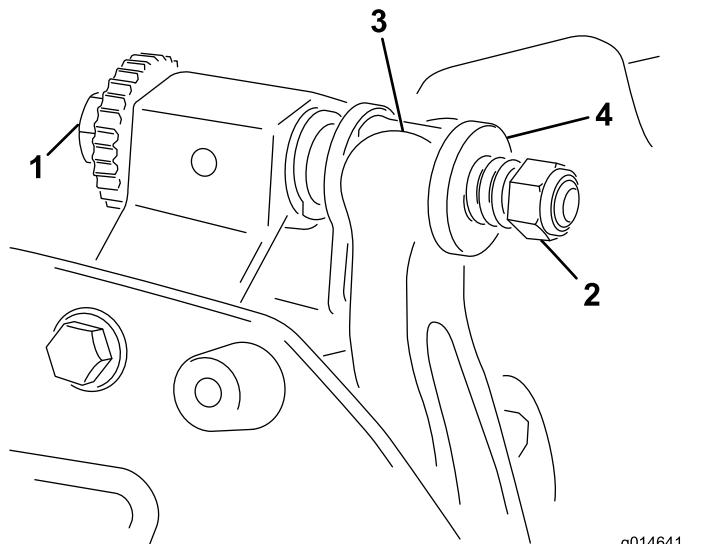

图24
1. 逆时针旋转底刀架调节螺丝将底刀后撤离开滚刀 (图 24)。
2. 退出弹簧加压螺母直到垫圈不再对底刀架 图24 施压。